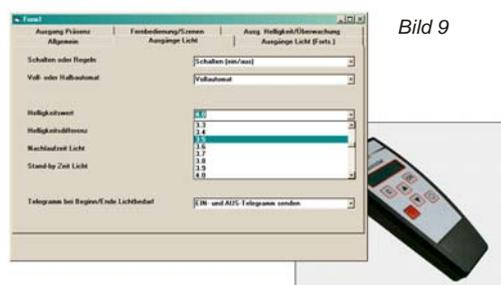

Bild 9
- Der Wert, bei dem der Melder nicht mehr Fehlerblinken zeigt, sondern gerade flackert (z.B. 4.1), muss im Parameterfenster der ETS als Helligkeitswert eingetragen werden (Bild 9).